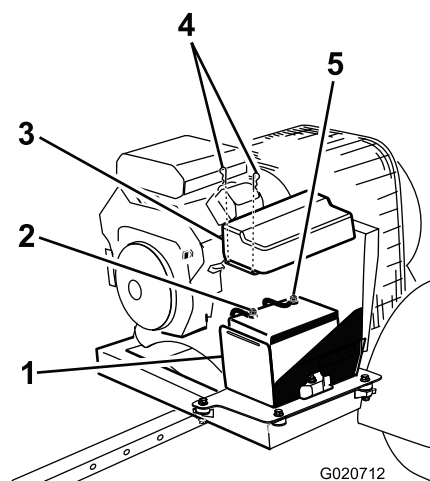

Figure 5
2. Branchez le câble positif (rouge) de la batterie à la borne positive (+) (Figure 5).
3. Branchez le câble négatif (noir) à la borne négative (-) de la batterie (Figure 5).